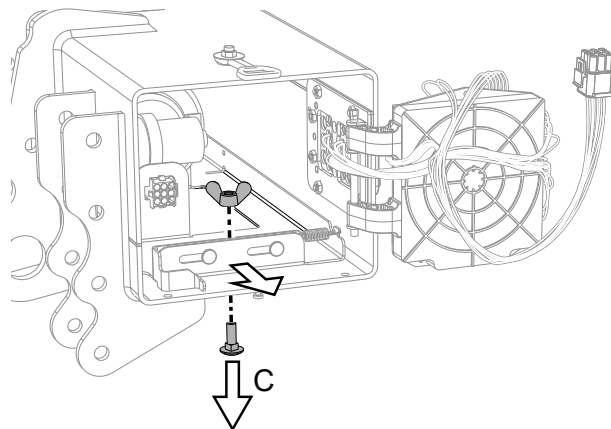
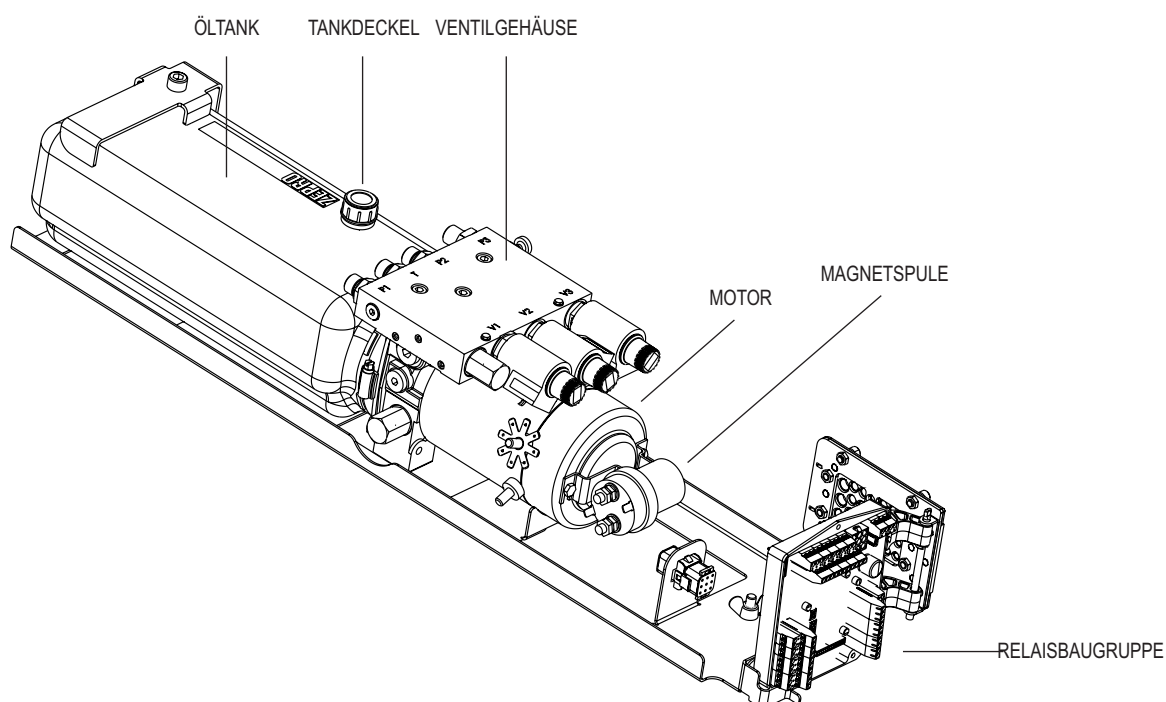

Abb.20. Entriegelung Hydraulikaggregat
Abb.22. Hydraulikaggregat und Relaiskarte
4. Das Hydraulikaggregat durch Abschrauben der Flügelmutter und der entsprechenden Schraube (C) lösen, siehe Abb.20 und das Hydraulikaggregat so weit herausziehen, bis der Tankdeckel zugänglich wird, siehe Abb.22.